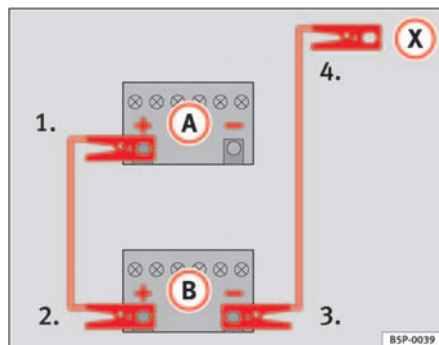

Fig. 200 Esquema de conexión de los cables de emergencia
En la ⇒ fig. 200 **A** representa a la batería sin carga y **B** a la batería con carga.
- 1. Emborne un extremo del cable de emergencia rojo al polo positivo ⇒ fig. 200 ⊕ del vehículo con la batería descargada ⇒ ⚠.